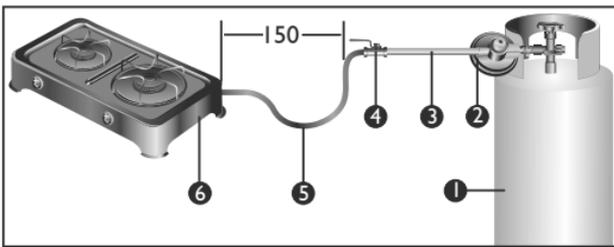

Figura 6
- La longitud de la conexión flexible debe ser de 150 cm y según el grado de desplazamiento necesario del producto. (Ver figura 6, página 11).